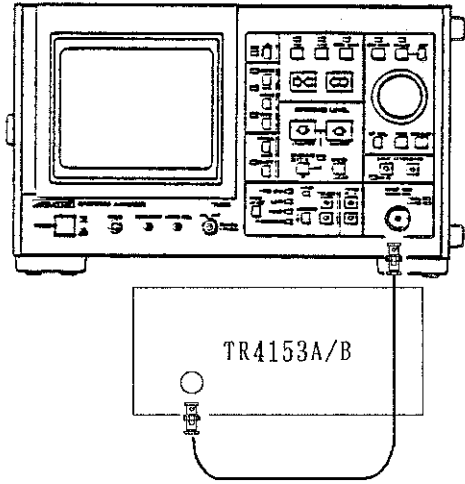

図2-7 高周波ケーブル損失の測定例
- ① TR4131/EとTR4153A/Bを被測定ケーブルを除いた系で接続します(図2-7)。